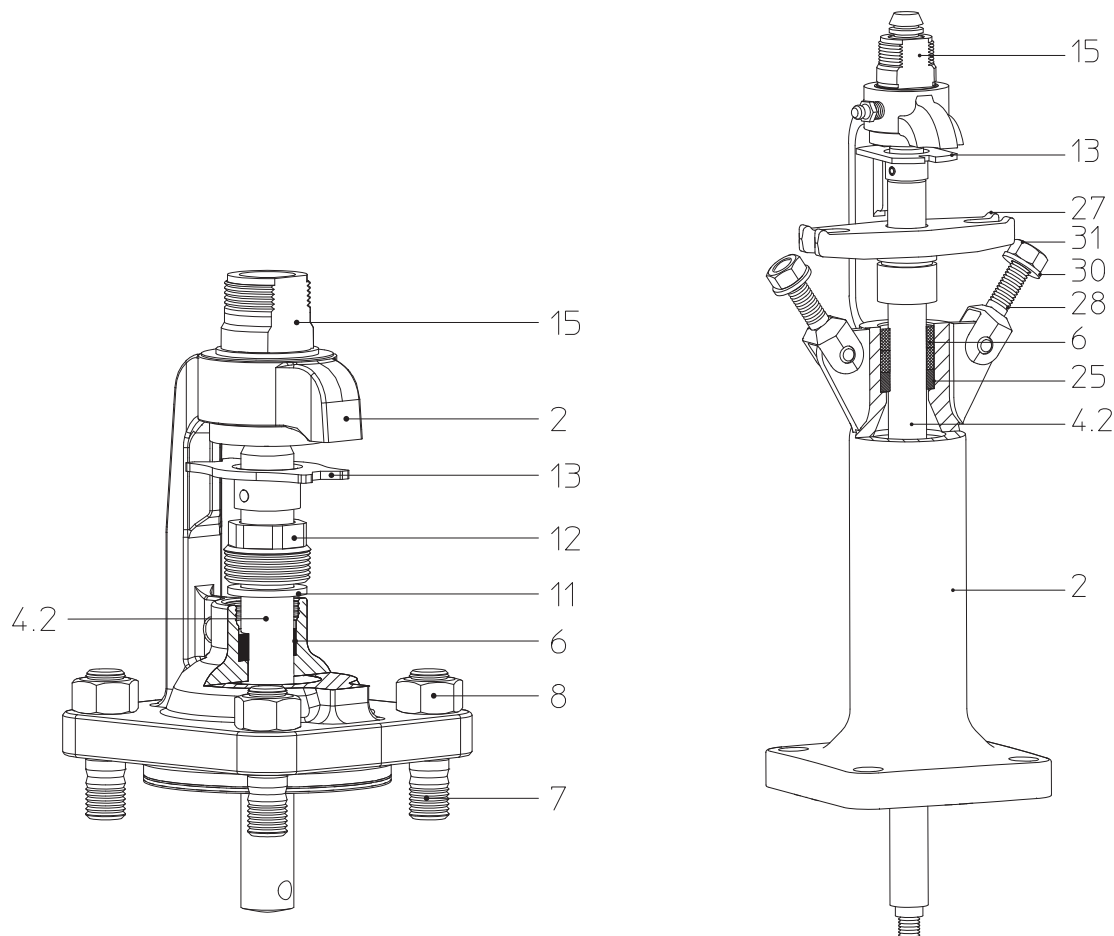

Figura 11 FABA®-Plus:
In caso di mancanza di tenuta sullo stelo (Pos. 4.2) serrare il premistoppa della (Pos. 12) fino a ottenere la tenuta (Figura 11). Deve essere sostituita la parte superiore!
| Azionamento difficoltoso/la valvola non si riesce ad aprire                                     | Asta asciutta (pos. 4.2) (Figura 12 - Figura 11)                                                 | Lubrificare l'asta (pos. 4.2)(Figura 12 - Figura 11)(Lubrificanti: si veda a pagina 10)                                             |
|                                                                                                     | Premistoppa (pos. 12, Figura 11) allentato                                                       | Serrare il raccordo a vite(pos. 12, Figura 11) fino alla tenutaSostituire al più presto la parte superiore                          |
|                                                                                                     |                                                                                                  | Eventualmente ristrutturare la baderna (Pos.6) Rispettare le indicazioni di pericolo (Figura 12 - Figura 11)!                               |